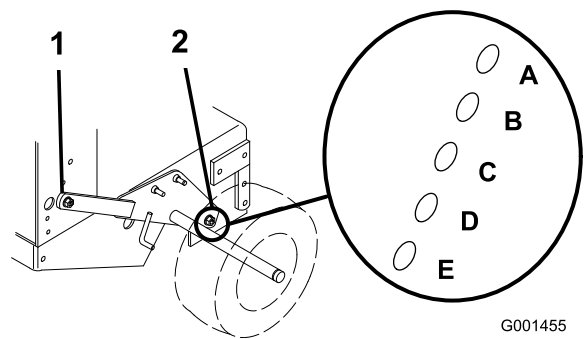

Figure 12
4. Placez un cric sous le bâti du moteur, au centre et à l'arrière. Soulevez l'arrière du bâti du moteur jusqu'à ce qu'il soit possible de déposer les 2 boulons de réglage de l'essieu avant (Figure 12).
5. Levez ou abaissez le bâti du moteur à l'aide du cric de sorte à pouvoir insérer les 2 boulons de réglage de l'essieu avant dans les trous voulus (Figure 12).
3. Desserrez, sans les enlever, les 2 boulons de pivot et les 2 boulons de réglage de l'essieu (Figure 12).